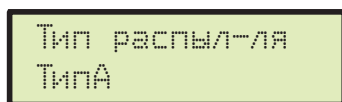

Рис. 63
- После выбора типа компьютер автоматически переходит на выбор задаваемого распылителя (Рис. 63).